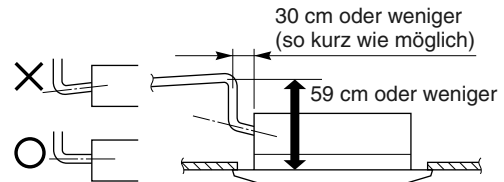

Abb. 3-12
- Wenn es erforderlich sein sollte, die Höhe des Ablaufrohrs zu vergrößern, kann das Rohr vom Boden der Decke um maximal 59 cm angehoben werden. Der Anschluss darf nicht um mehr als 59 cm höhergestellt werden, da hierdurch Undichtigkeiten entstehen können. (Abb. 3-12)